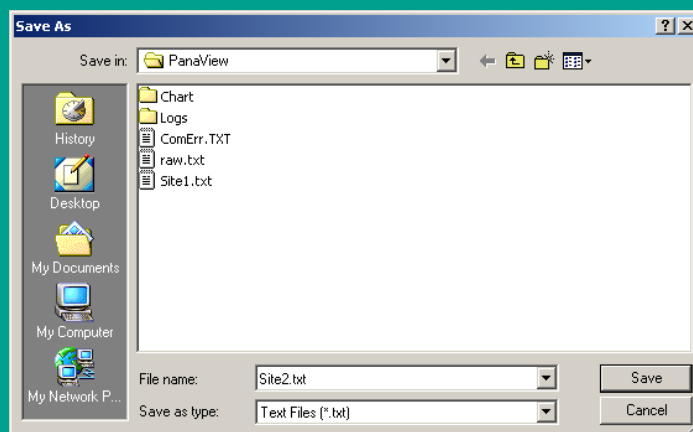

Рисунок 30: Окно «Save As» (Сохранить как)
Чтобы сохранить необработанный сигнал, щелкните *save* (сохранить). Откроется окно, показанное на рис. 30. Введите название файла и щелкните «*save*» (сохранить), чтобы сохранить сигнал в формате текстового файла.
2. Щелкните *save site to PC* (сохранить файл объекта в памяти ПК). Откроется окно, показанное на рис. 30.